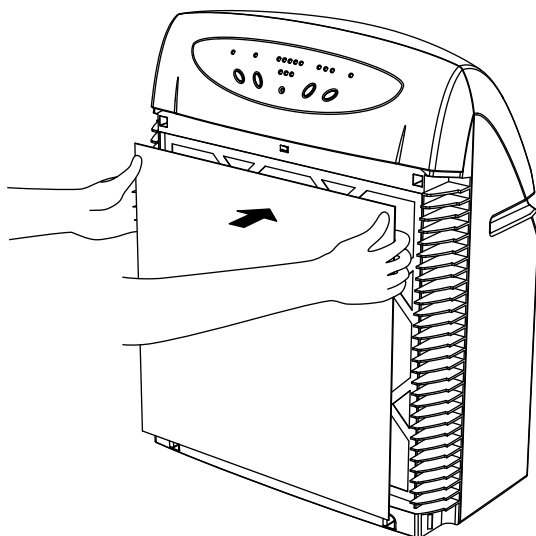

Рис. 10
11. Извлеките из пакета один из трех предварительных фильтров и установите его на входной фильтр, прижав к липучкам по углам входного фильтра (рис.10).